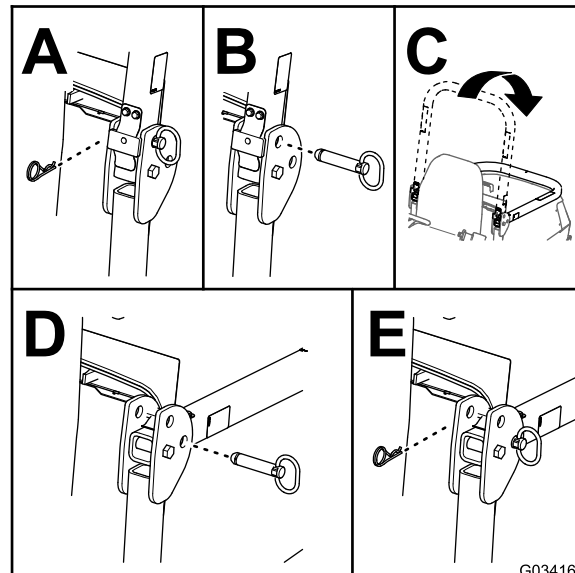

Bild 33
2. Nehmen Sie die Splinte und die Stifte vom Überrollbügel ab (Bild 33).
3. Klappen Sie den Überrollbügel nach unten und befestigen Sie diesen mit den Splinten und Stiften (Bild 33).